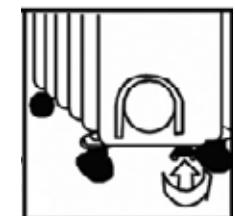

Fig. 4
4. Ajuste la horquilla con la tuerca mariposa (Fig. 4) para que el aparato sea estable y evitar que se vuelque.